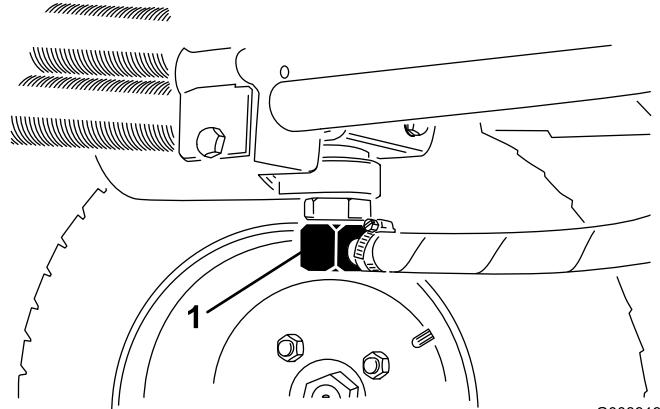

Bild 69
2. Klemmen Sie die Hydraulikölleitung ab (Bild 69) oder entfernen den Hydraulikölfilter (Bild 70) und lassen das Hydrauliköl in ein Auffanggefäß ablaufen.